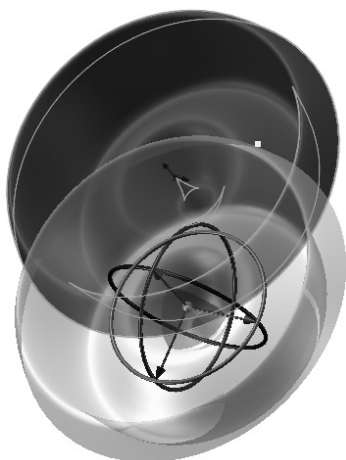

图 9-67 “移动/复制实体”属性管理器的设置及预览效果 1
2) 单击最下面的“平移/旋转”按钮,在“要移动/复制的实体”选项组中,单击选择待移动的曲面,在“平移”选项组中输入 X、Y 和 Z 的相对移动距离,“移动/复制实体”属性管理器的设置及预览效果如图 9-67 所示。